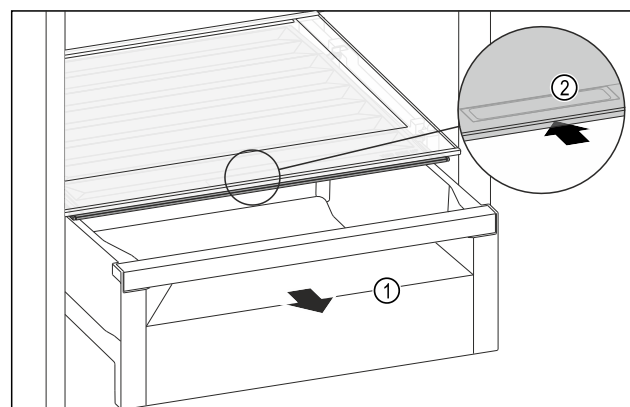

Fig. 122
- Extrageți sertarul Fig. 122 (1).
- Prindeți mânerul încadrat Fig. 122 (2) de la capacul compartimentului și glisați concomitent capacul compartimentului spre partea posterioară.